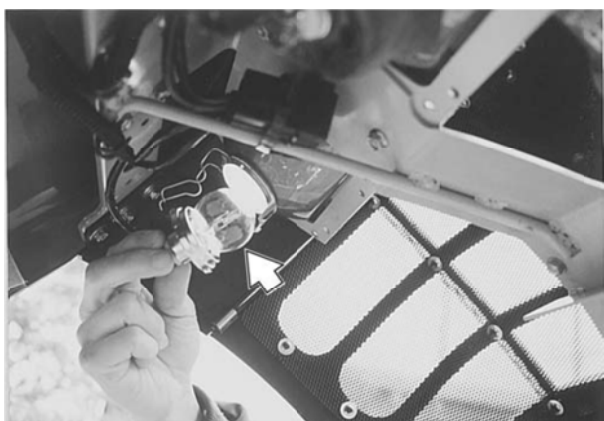

Рис. 74 (разъем фары)
1. Вытяните разъем из корпуса (см. рис. 74).